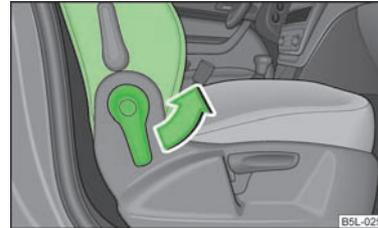

Abb. 42
- Den Hebel in Pfeilrichtung ziehen » Abb. 42 und die Sitzlehne vorklappen, bis die Verriegelung hörbar einrastet.